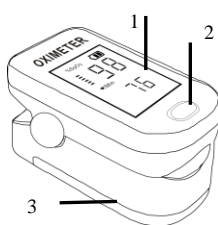

FIG.1 Parti del pannello anteriore e posteriore
3.1 Descrizione pannello frontale (come FIG.1)